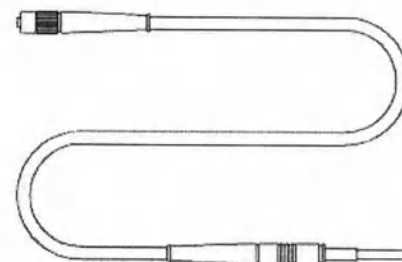

Рис.5. Кабель осветительный
1.5.5 Кабель осветительный КО-01-«ПРИМА» (рис.5, далее – кабель осветительный) предназначен для передачи света осветителя к трубке оптической. Конструктивно кабель состоит из оптоволоконного кабеля с двумя оптическими светоприемниками, резьбовым разъемом для подключения кабеля к трубке оптической и разъемом с фиксирующей юбочкой для крепления кабеля осветительного в осветителе.